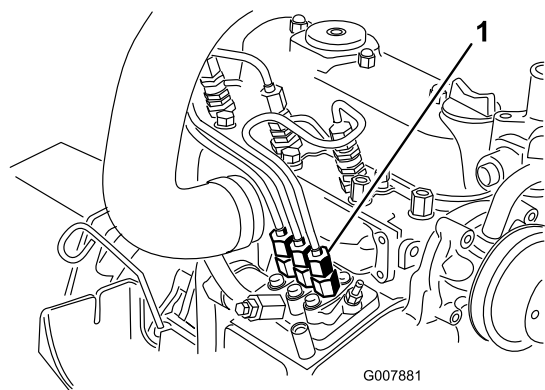

Figura 44
1. Coloque un trapo debajo del conector del tubo que viene desde la bomba de inyección a la boquilla del inyector N° 1, según muestra Figura 44.